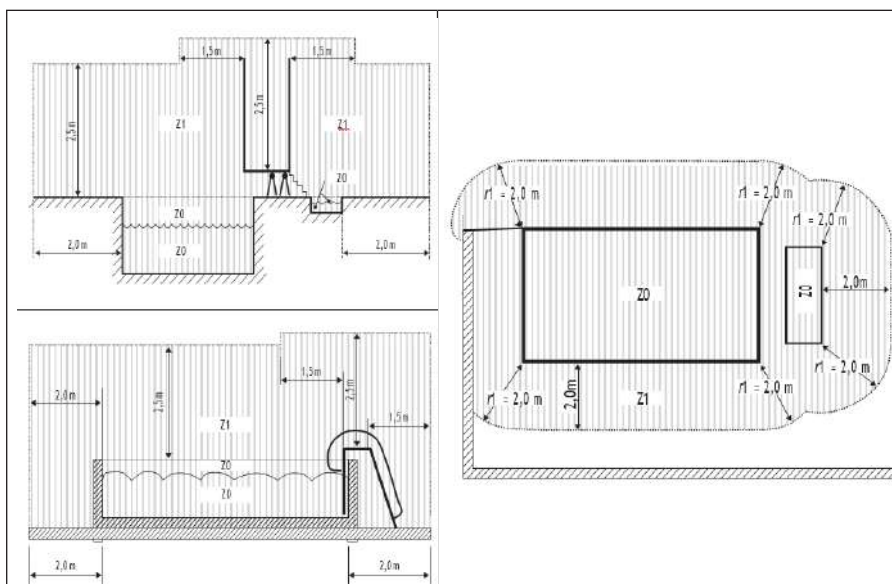

FIGURA 1 - ZONE DI INSTALLAZIONE
- La pompa non può essere installata nella Zona 0 né nella Zona 1. Nella Figura 1 - Zone di installazione si possono consultare gli schemi.
Prima di iniziare, verificare che siano presenti tutti i componenti illustrati nella Figura 1.